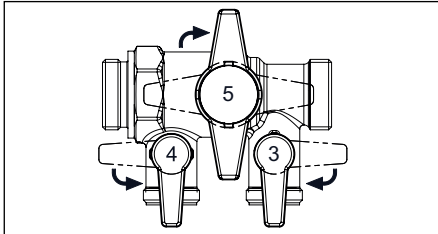

Abb. 6.10 Befüll- und Spülarmatur
2. Sperren Sie den Durchgangskugelhahn (5) in der Mitte der Befüll- und Spülarmatur ab (Abb. 6.10).
3. Öffnen Sie den Befüllhahn (3) und den Entleerhahn (4) der Befüll- und Spülarmatur (Abb. 6.10).